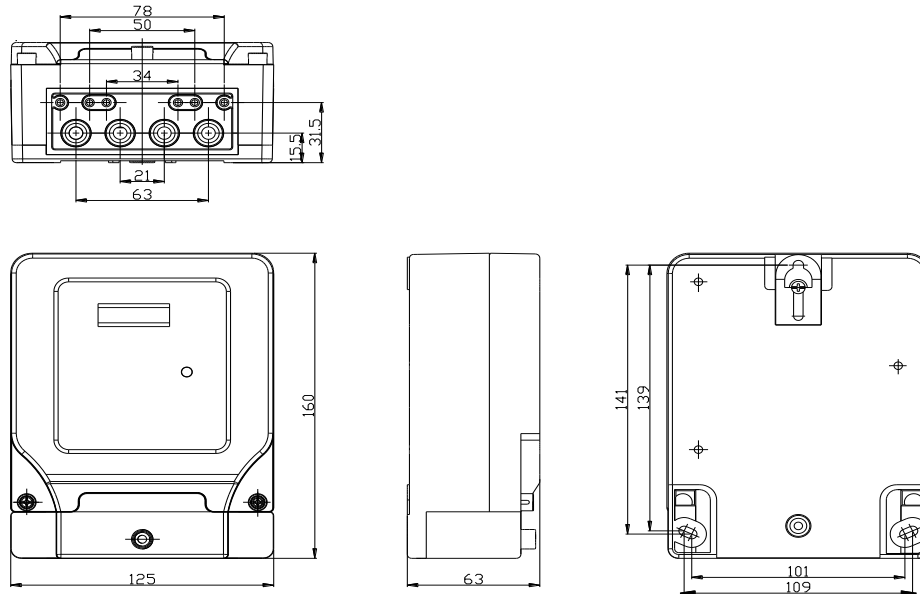

Fig.3: Diagrama de Instalación
- 5.4 Diagrama de Instalación — Fig.3.